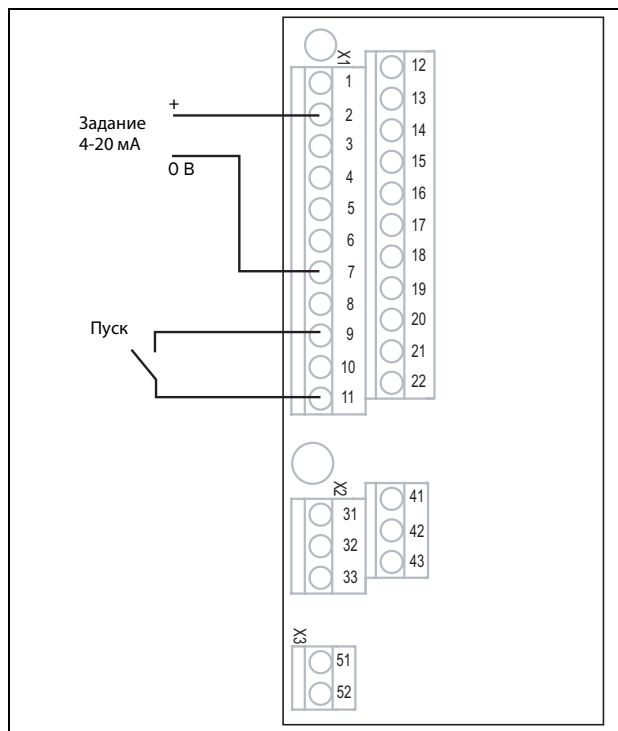

Рис. 68 Подключение
2. Подключите задание к клеммам 7 (Сигнальная земля) и 2 (АнВх 1) согласно Рис. 68 и заданию.
3. Подсоедините внешнюю кнопку запуска между клеммой 11 (+24 VDC) и 9 (ЦфВх2, Пуск вправо) согласно Рис. 68.
14. Подключите цифровые и аналоговые входы/ выходы в соответствии с Рис. Рис. 68.